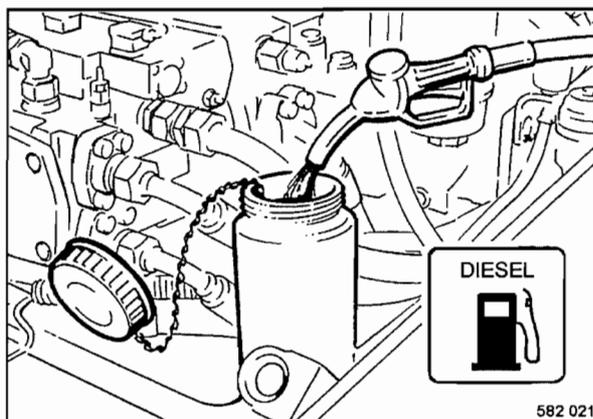

Fig. 59
- Abrir la tapa de cierre (Fig. 59) del depósito de combustible.